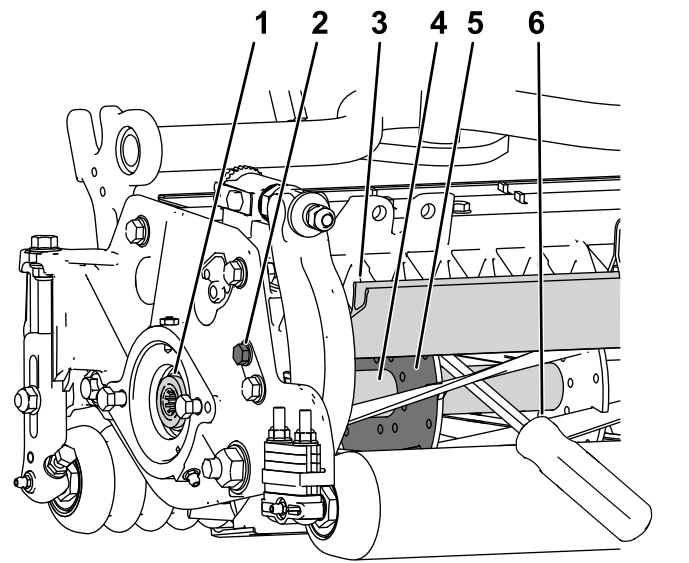

Figura 28
1. Afloje el perno del deflector a la izquierda de la unidad de corte y eleve el deflector trasero (Figura 28).
2. Introduzca una palanca de mango largo (se recomienda una de 1 × 30 cm con mango de destornillador) a través de la parte trasera del molinete de corte, junto al lado de la unidad de corte a apretar (Figura 28).
3. Coloque la palanca contra la parte soldada de la placa de soporte del molinete (Figura 28).